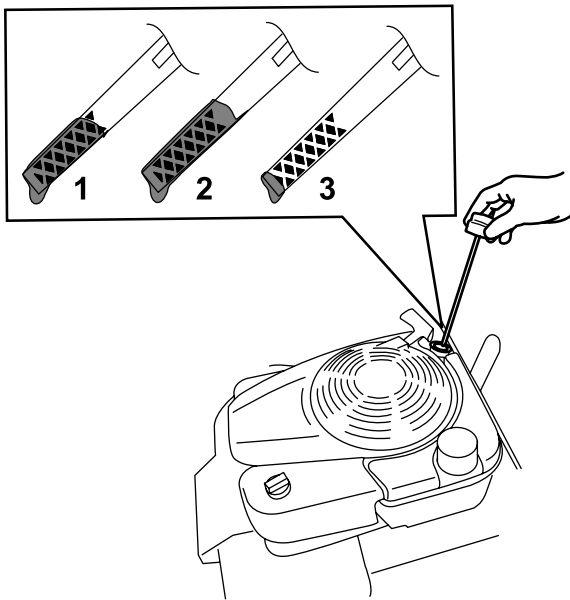

Figure 14
2. Tournez le bouchon dans le sens antihoraire et sortez la jauge (Figure 14).
5. Relevez le niveau d'huile indiqué sur la jauge (Figure 14).
- Si le niveau d'huile est trop bas, (Figure 14), versez avec précaution une petite quantité d'huile détergente SAE 30 ou SAE 10W-30 dans le tube de remplissage, attendez 3 minutes puis répétez les opérations 3 à 5 jusqu'à ce que le niveau d'huile correct soit atteint. Pour connaître le type d'huile, voir Vidange de l'huile moteur \(page 22\).
- Si le niveau d'huile est trop élevé (Figure 14), vidangez l'excédent d'huile jusqu'à obtention du niveau d'huile correct sur la jauge ; voir Vidange de l'huile moteur \(page 22\).